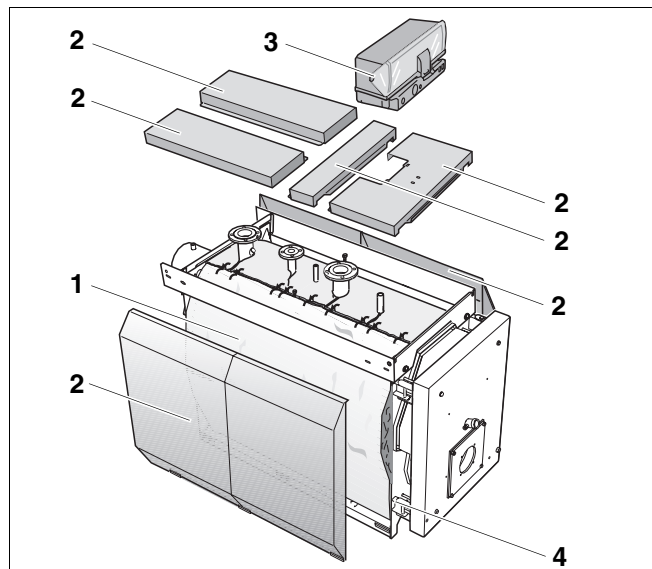
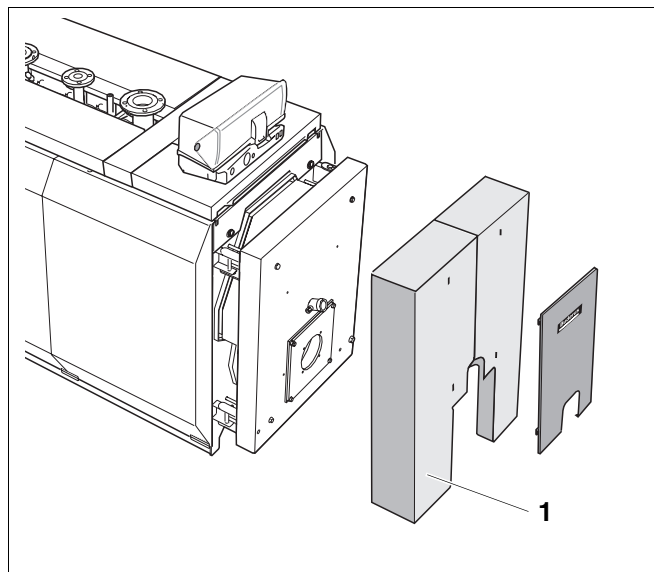

Рис. 1 Специальный отопительный котел Logano SE635 на дизельном и газовом топливе
Рис. 2 Специальный отопительный котел Logano S635 на дизельном и газовом топливе
Основные составные части специального отопительного котла Logano S635 (рис. 1):
- Корпус котла (рис. 1, **поз. 4**) с горелкой. В блоке котла тепло, производимое горелкой, передается воде для отопления.
- Обшивка котла (рис. 1, **поз. 2**), теплоизоляция (рис. 1, **поз. 1**) и обшивка дверцы горелки (рис. 2, **поз. 1**). Обшивка котла, теплоизоляция и обшивка дверцы горелки снижают теплопотери.
- Система управления (дополнительный заказ – рис. 1, **поз. 3**)